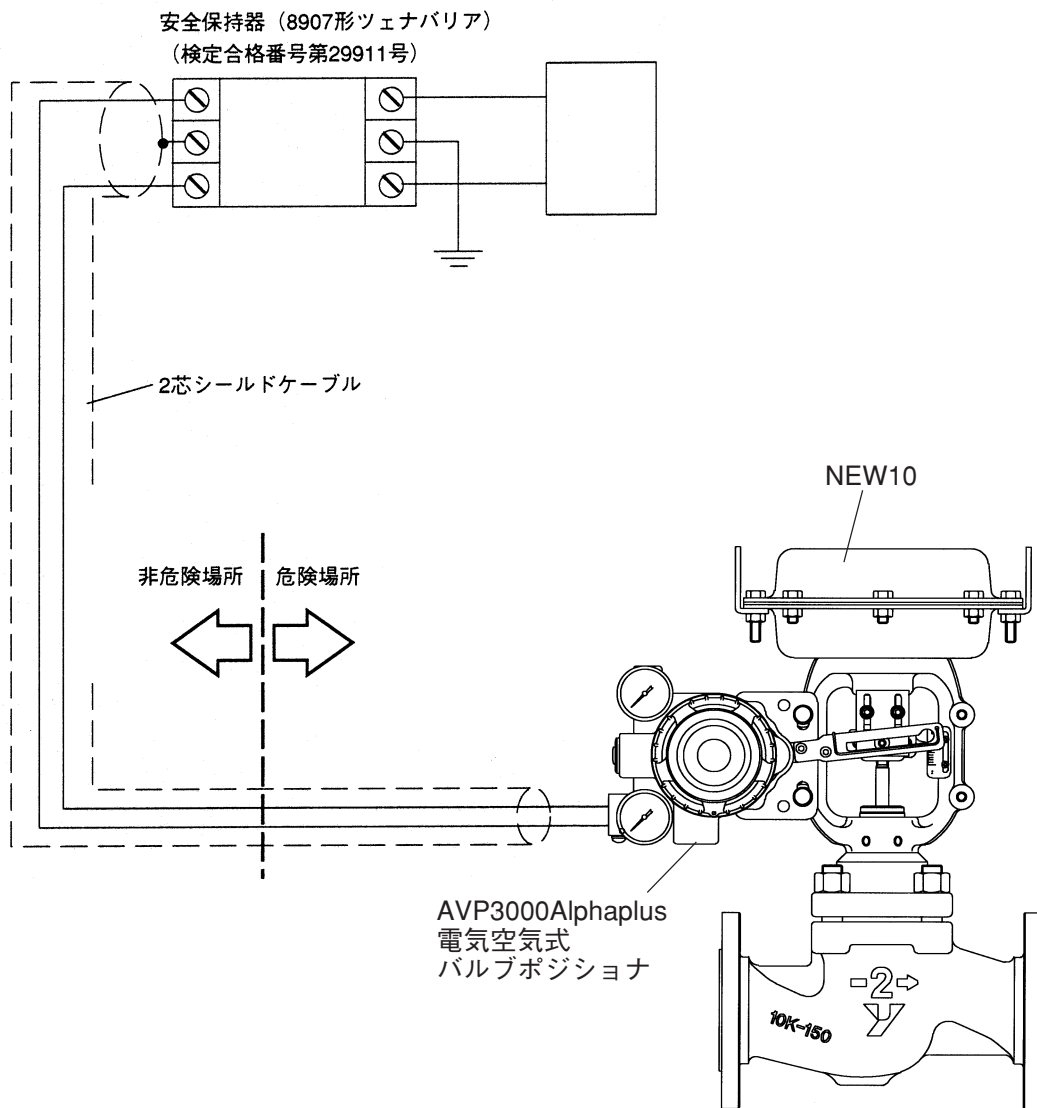

図2-11 JIS本質安全防爆形の配線
- ・ 図2-11に示されている本質安全防爆用の機器以外とは組合わせないでください。